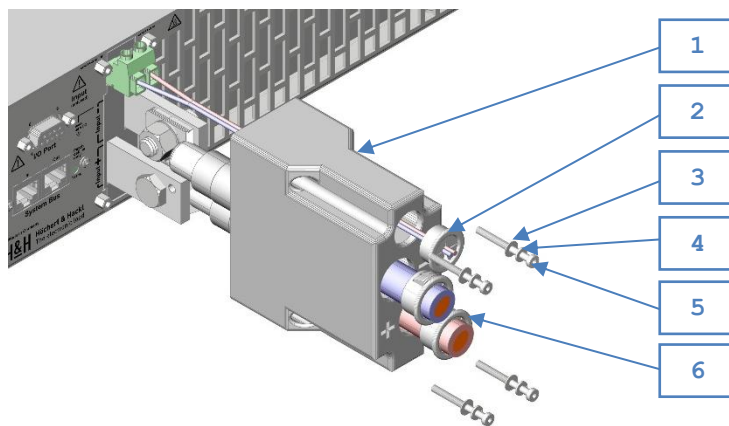

Abbildung 2.23: Sicherheitsabdeckung SAB-PLI-2CUH
Die folgenden **Nummern** beziehen sich auf Abbildung 2.23.
4. Lose Enden der Lastkabel laut Abbildung 2.23 erst durch die entsprechenden Öffnungen vom Gehäuse **1** und dann durch die Kabeldurchführungen **6** stecken. Auf richtige Polarität achten!